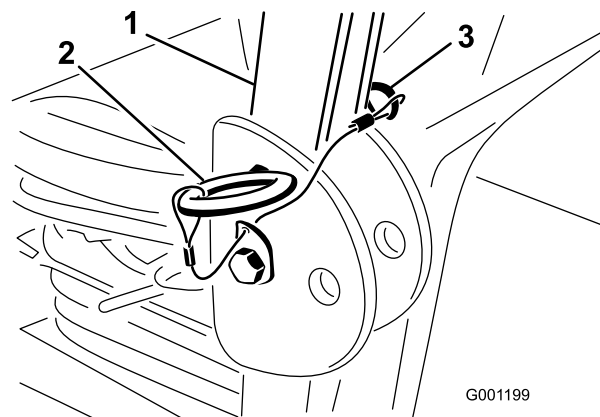

Figure 14
1. Relevez l'arceau de sécurité et retirez les goupilles fendues ainsi que les 2 axes (Figure 14).